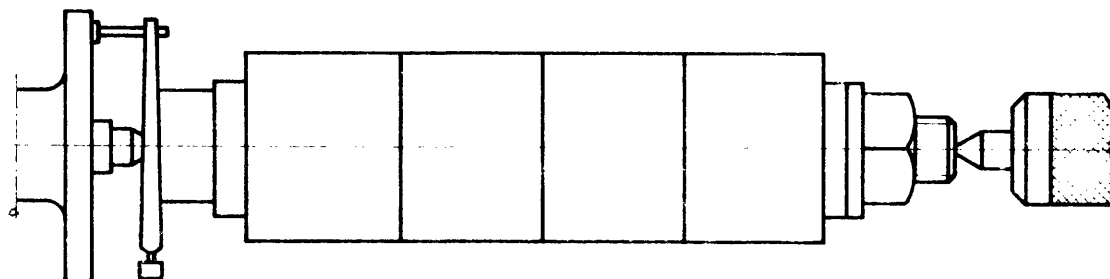

Fig. 8
- b Coloque el mandril entre puntas (fig. 8).